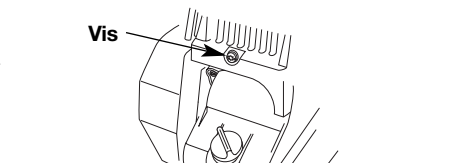

Fig. 34
- Enlevez la vis derrière le couvercle du moteur (Fig. 34).